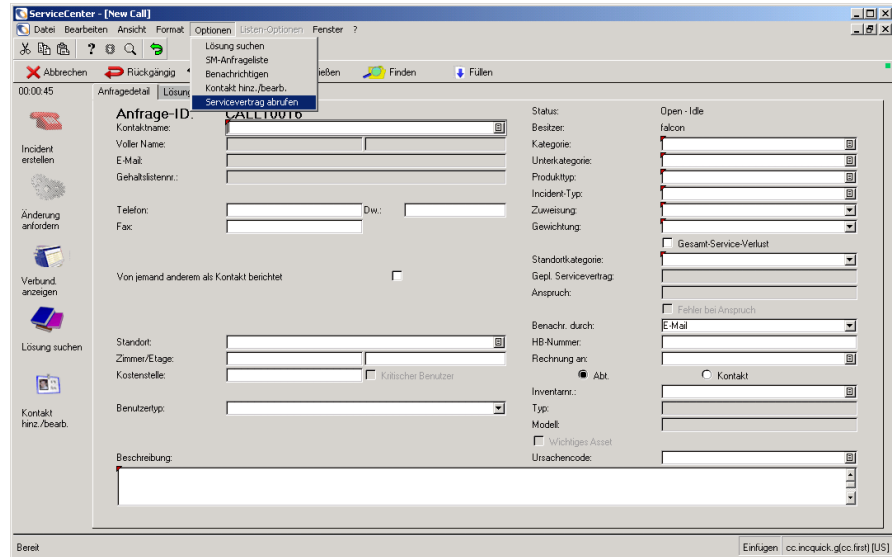

Abbildung 9-54: Neuer Anfragericht
- 3 Wählen Sie **Optionen > Servicevertrag abrufen** aus (siehe Abbildung 9-54).